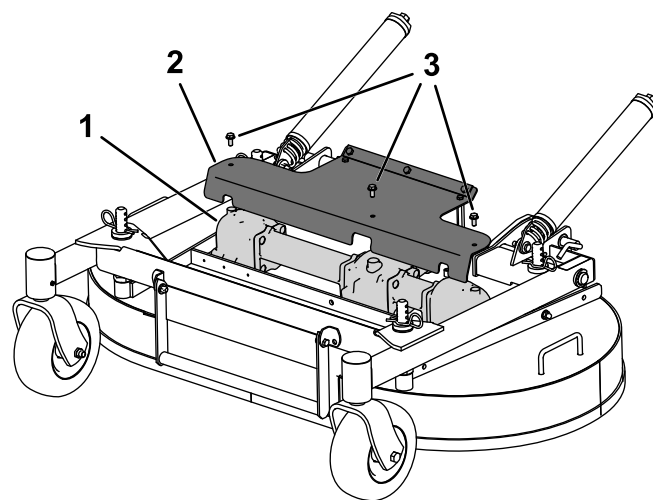

Figura 36
3. Retire el protector para tener acceso a la caja de engranajes (Figura 36).